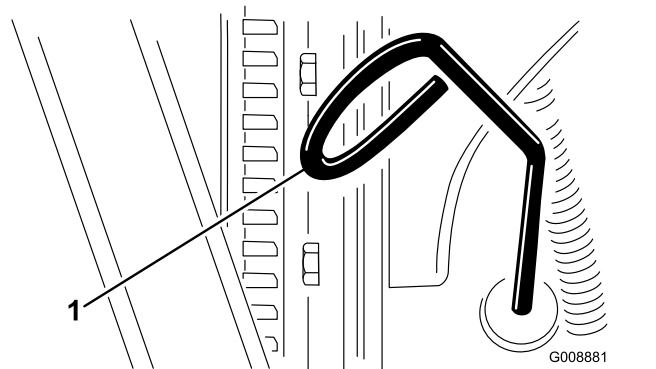

図 71
3. ディップスティック **図 71** を抜きウェスで一度きれいに拭く。